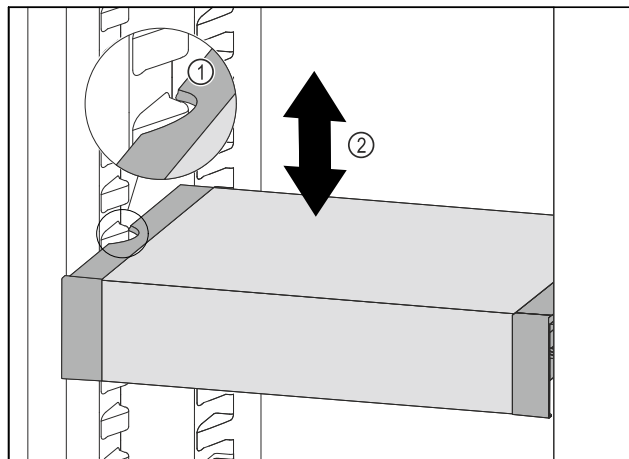

Fig. 98
- ▶ VarioSafe nach vorne ziehen, bis sich die seitlichen Ausparungen des VarioSafes auf Höhe der Behälterrippe im Kühlteil befinden. Fig. 98 (1)
- ▶ VarioSafe im Kühlteil nach oben oder unten bewegen, bis gewünschte Höhe erreicht ist. Fig. 98 (2)